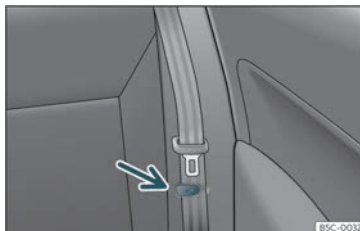

Fig. 110 Banco traseiro: pinça para fixar o cinto de segurança.
- Coloque os cintos de segurança laterais no suporte do revestimento >>> Fig. 110.